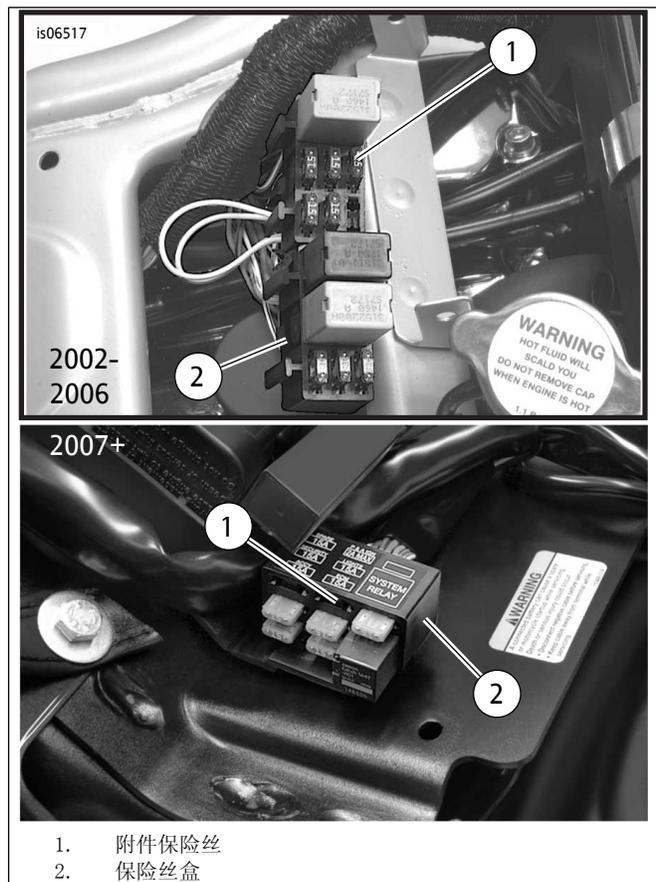

图15。附件保险丝的位置（威路德车型）
- 参见图15。将保险丝盒（2）附近的主线束护套在适当位置小心地切开，然后切断接到保险丝空腔（1）的橙色/白色主线束电线，该电线标记有：